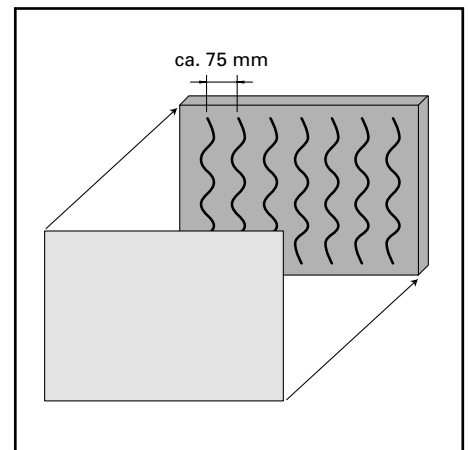

Abb. 9 / Fig. 9 / Fig. 9
**Panel aus Gipskartonplatte mit Stahlblech** **(Abb. 9)**
**Panneaux en placopâtre avec tôle d'acier** **(Fig. 9)**
**Plasterboard panel with metal sheet** **(fig. 9)**